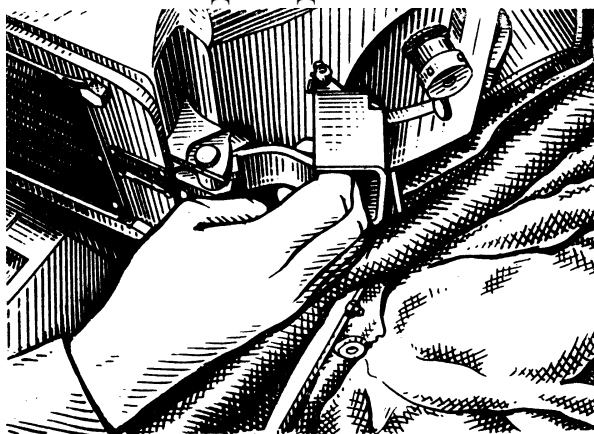

Рис. 38. Натискання важеля ручного спуска гармати 2А42
- перевіряє роботу запобіжника⁹ та ручного спуска гармати при встановленій на шептало затворній рамі, для цього, не знімаючи шептало з запобіжника, натискає на важіль ручного спуска (рис. 38), розташований з правої сторони кришки-вантажу, при цьому рухливі частини повинні залишитися нерухомими;